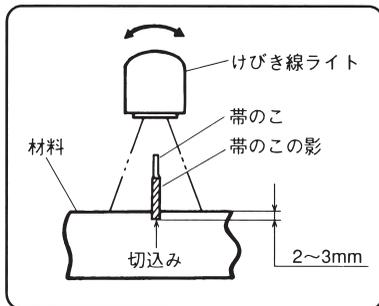
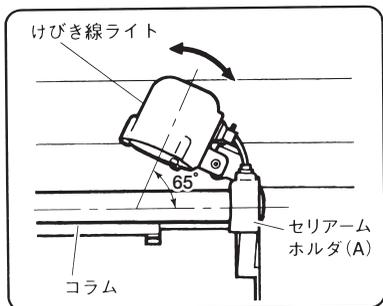

図 29
図 30
- (1) 本機で材料に約 2～3 mm の切込みを入れます。(図 29)
- (2) 材料をそのままの状態、帯のこを材料から約 100mm の高さまで上昇させます。
- (3) けびき線ライトを点灯し、けびき線ライトを上下左右に振り、帯のこの影と切込み位置を合わせます。(図 30)
(けびき線ライトは真下を向けずに約 65° 位傾けた方が帯のこの影がより鮮明に写し出されます。)(図 30)